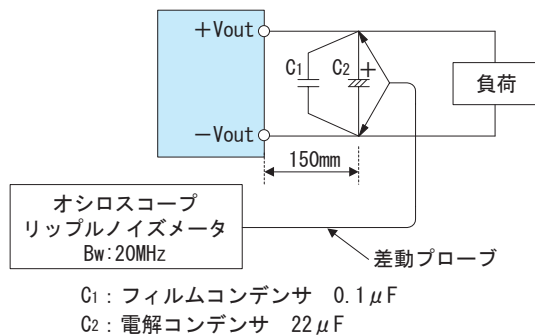

図2.1 出力リップル・リップルノイズ測定方法
- ①定められた周囲温度を超えて使用した場合
- ②定格を超える電流を流し続けた場合
- ③空気の対流が妨げられた場合
- ④項3で示した以外の条件でピーク負荷を流した場合
■測定環境によって出力リップルノイズに影響を及ぼす場合がありますので、図2.1に示す測定方法を推奨します。